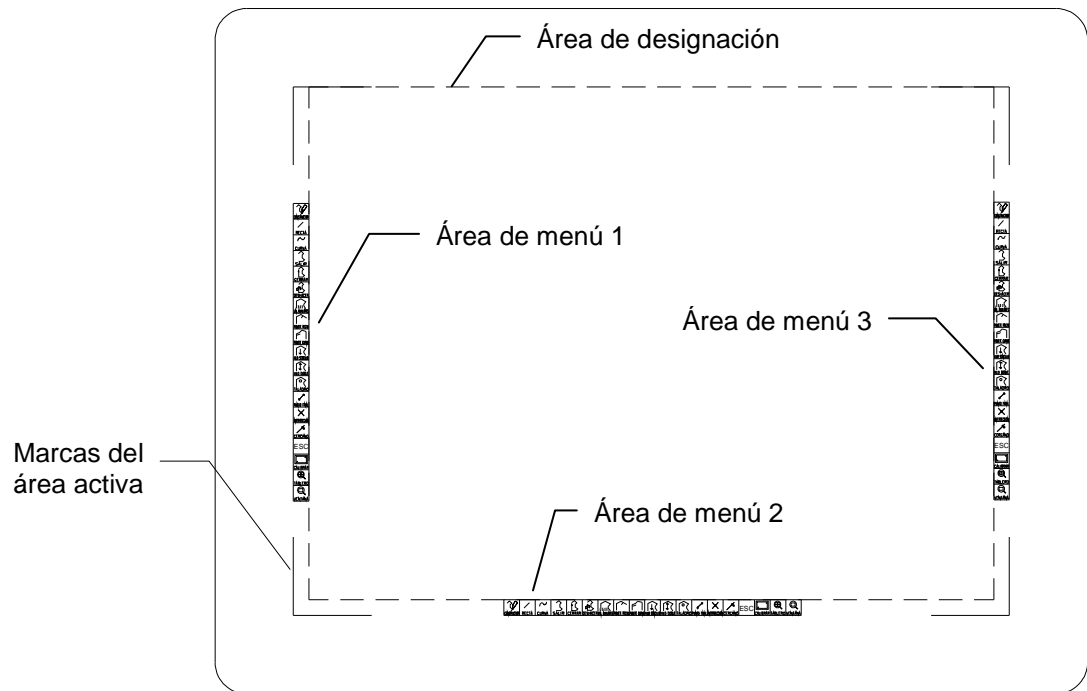

Figura 1.1
1. Pegue en el tablero las tres plantillas de menú tal como se muestra en la Figura 1.1. Las plantillas deberán situarse dentro del *área activa* del tablero, justo en el borde de la misma. El área activa de un tablero digitalizador está grabada o impresa sobre el mismo, y es la parte del tablero que recibe las señales del cursor.
2. A continuación deberá marcar sobre el tablero las esquinas inferior izquierda y superior derecha del *área de designación*. Esta área está representada en la Figura 1.1 con líneas de trazos y es el resultado de restar al área activa del tablero las franjas ocupadas por las áreas de menú.
Es un menú especial cuyos comandos se activan directamente sobre el tablero digitalizador (ver Figura 1.1 en la página 29). Agrupa un conjunto de comandos específicos para la digitalización de patrones. Estos comandos no se incluyen ni en el menú desplegable ni en las barras de herramientas, pero si se pueden activar mediante la línea de comandos.